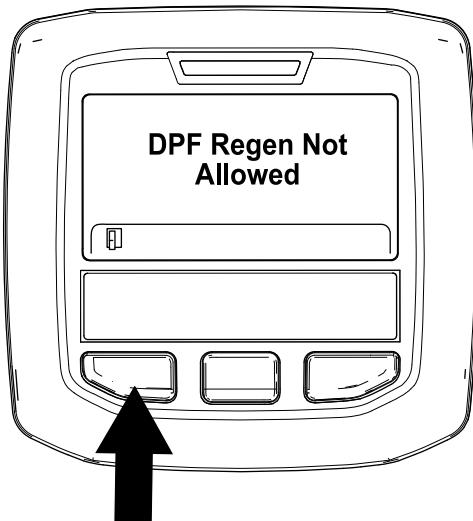

Figure 51
- Si le processus de régénération n'est pas autorisé par l'ordinateur du moteur, le message « DPF Regen Not Allowed » (régén. FAP non autorisée) s'affiche dans l'InfoCenter (Figure 51). Appuyez sur le bouton gauche pour quitter l'écran d'accueil.